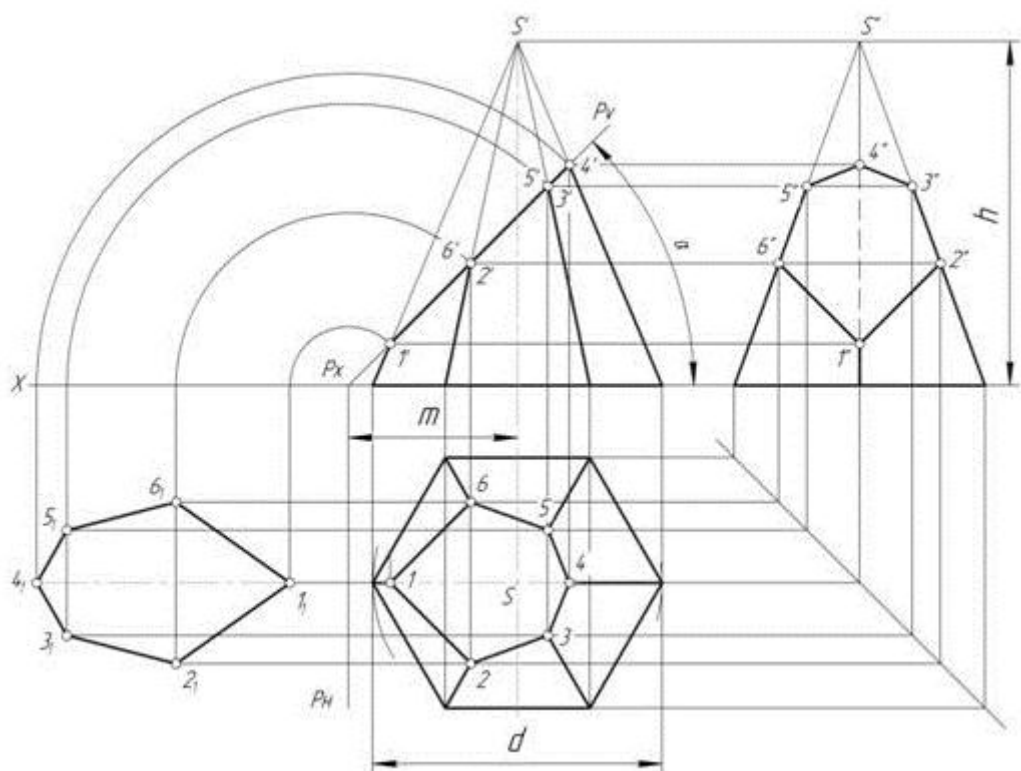

Рисунок 27-. Пример нахождения натуральной величины сечения пирамиды
**Задание 29: Найти натуральную величину сечения пирамиды (рисунок 27).**